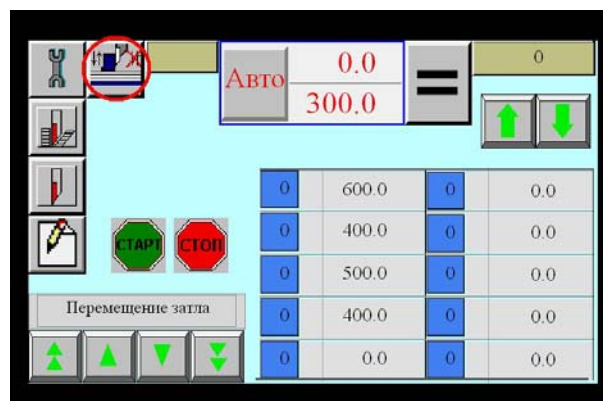

Рисунок 2.11
**Функция блокировки ножа.** Если будет нажата кнопка **БЛОКИРОВКА НОЖА** (Рисунок 2.11) то вместо реза будет произведен только прижим материала.